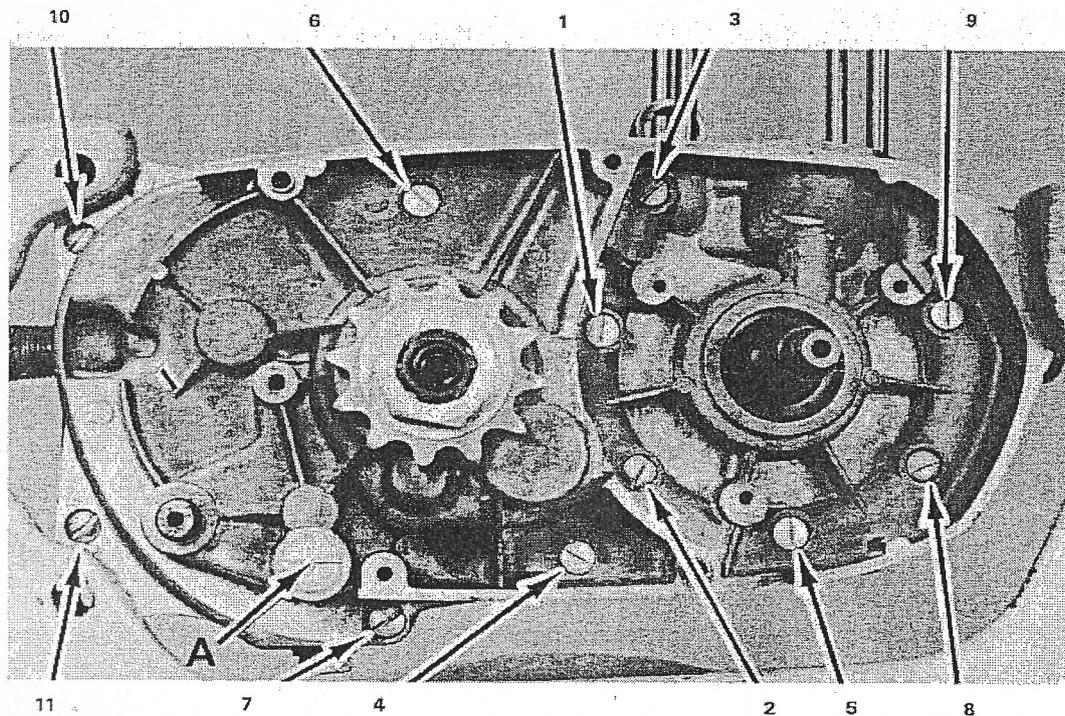

FIG.13
1. En el lado derecho del motor, afloja los 11 tornillos de ranura 1/4 de vuelta cada uno y ve quitándolos empezando desde la mitad del carter en adelante según indica la Fig 13